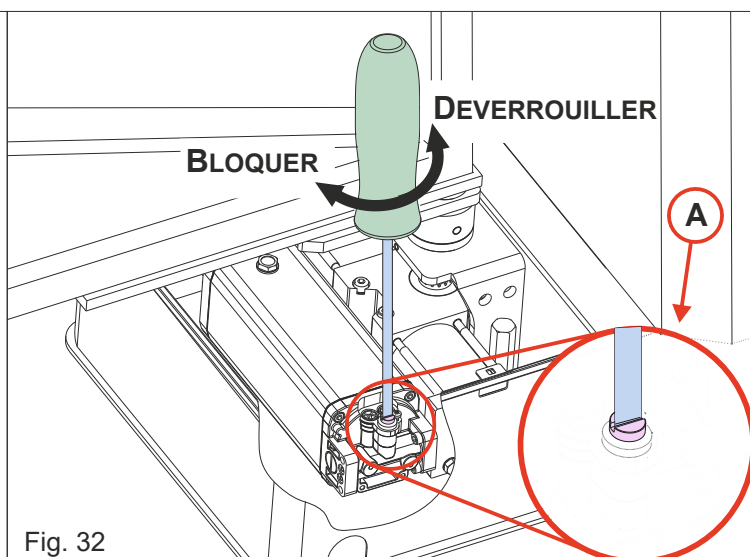

Fig. 32
L'OPERATEUR EST EQUIPE D'UN SYSTEME DE DEVERROUILLAGE INTERNE, ACCESSIBLE EN SOULEVANT LE COUVERCLE DU CAISSON ET EN AGISSANT SUR LA VIS INDIQUEE PAR LA LETTRE «A» À L'AIDE D'UN TOURNEVIS (Fig. 32)
9.1. DEVERROUILLER: A l'aide d'un tournevis, tournez la vis de déblocage «A» dans le sens inverse des aiguilles d'une montre d'environ 180°, comme indiqué sur la Fig. 32
9.2. BLOQUER: A l'aide d'un tournevis, tourner la vis de déblocage «A» dans le sens des aiguilles d'une montre jusqu'à la butée, comme indiqué sur la Fig. 32